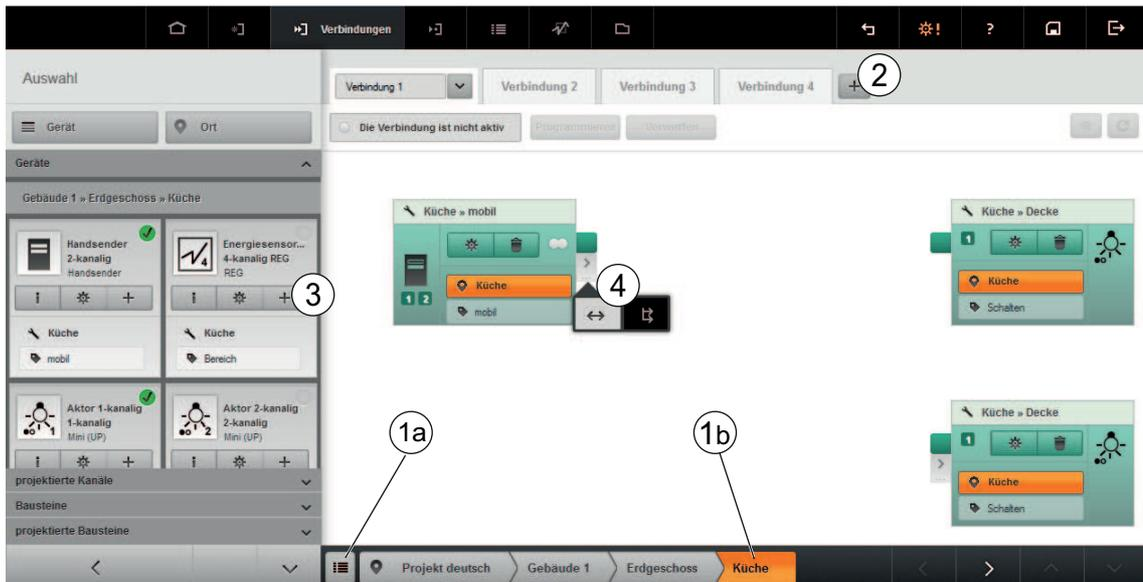

Bild 44: Plan erstellen – Erste Schritte
- Ort aus der Gebäudeübersicht (1a) oder der Breadcrumb-Leiste (1b) auswählen, um die Verbindung einem Ort zuzuordnen (Bild 44).
- Um einen neuen Plan anzulegen, Schaltfläche neben der Registerkarte wählen (2). Eine neue Registerkarte wird angelegt.